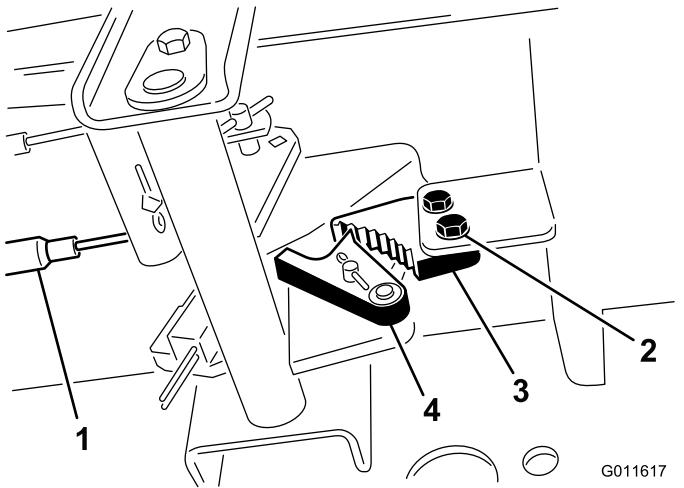

Figura 44
1. Solte os 2 parafusos que prendem a lingueta do travão de estacionamento à estrutura (Figura 44).
2. Carregue no pedal do travão para a frente até o detentor do estacionamento engatar completamente na lingueta do travão (Figura 44).